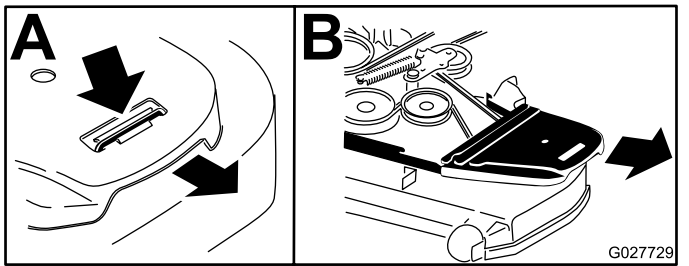

Figura 59
7. Îndepărtați capacele curelei (Figura 59).